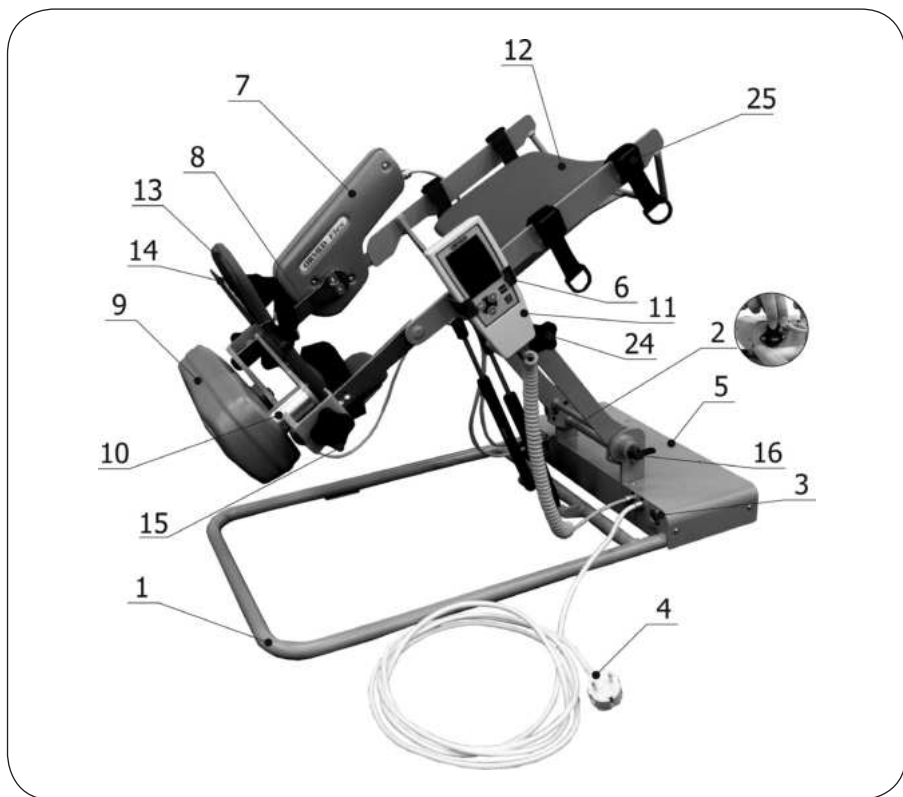

Рисунок 2.1 – Основные функциональные элементы Apparata
2.2. Основные функциональные элементы Apparata (см. рисунок 2.1): 1. Основной блок разработки суставов F02. 2. Порт USB. 3. Выключатель «Сеть» (сеть). 4. Сетевой кабель. 5. Крышка блока электроники. 6. Держатель пульта управления 7. Мотор А (ось вращения подошвенного сгибания/ тыльного сгибания). 8. Направляющая узла пронации/супинации (далее - узел П/С). 9. Мотор В (ось вращения пронации / супинации). 10. Узел пронации/супинации. 11. Ручной пульт управления. 12. Лоток для голени. 13. Лоток для стопы. 14. Опора стопы. 15. Фиксатор настройки сустава под ось вращения. 16. Фиксатор настройки наклона Apparata. 24. Фиксатор настройки наклона опоры голени. 25. Фиксатор регулировки положения лотка для голени.